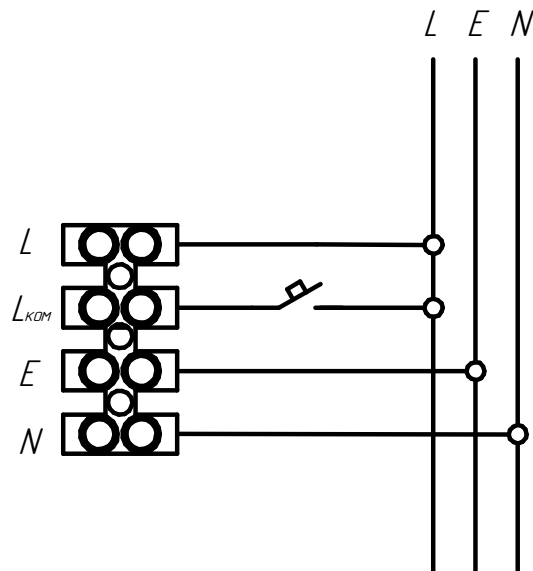

Рисунок 2 - Схема подключения светильников
5.6 Подключение светильника с блоком аварийного питания производить согласно схеме (см. рисунок 2). Подключите фазовый провод некоммутированной сети освещения (т.е. между фидером и светильником не должно быть никаких выключателей, кроме автоматов защиты) к проводу с отдельной клеммой, а фазовый провод коммутированной сети к клеммной колодке.